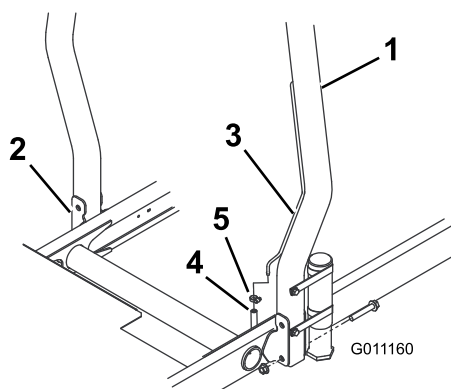

Figura 9
1. Baje la barra anti-vuelco sobre los soportes de montaje de la unidad de tracción, alineando los taladros de montaje. Asegúrese de que el tubo de ventilación de la barra anti-vuelco está en el lado izquierdo de la máquina (Figura 9).
2. Fije cada lado de la barra anti-vuelco a los soportes de montaje con 2 pernos y contratuercas (Figura 9). Apriete los herrajes a 81 Nm.